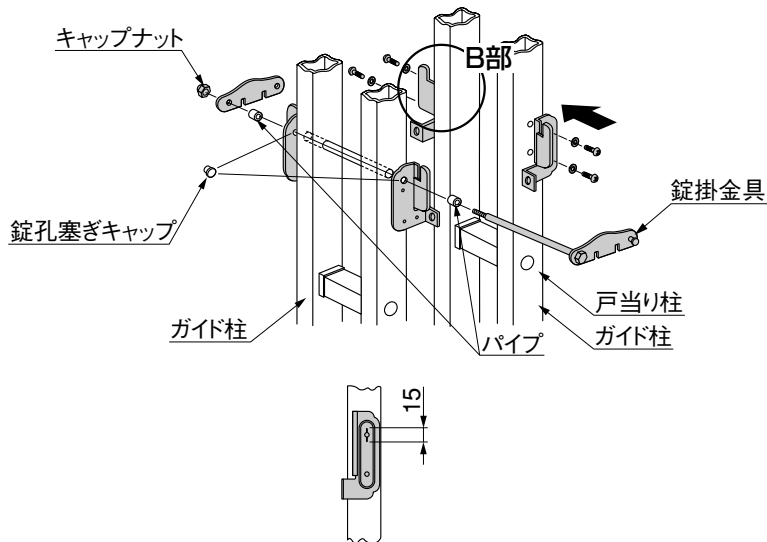

図7-5 B部詳細図
- 戸当り柱またはガイド柱の錠金具はネジをゆるめると、上下約15の移動が出来ますので、施工の際、ガイド柱の錠金具の位置に合わせて調整してください。(図7-5参照)